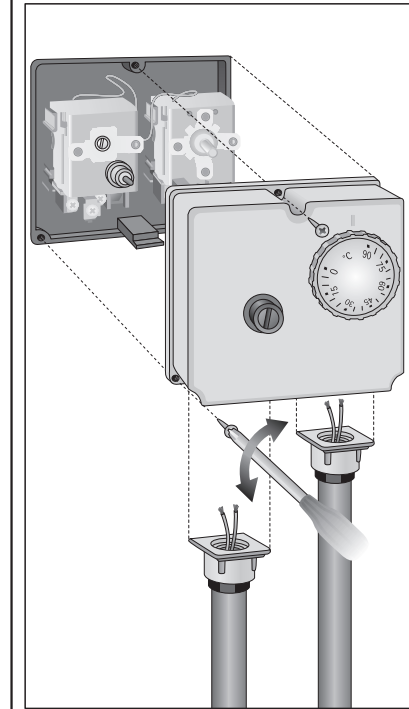

fig.5 - εικ.5
B) Verwijder het kapje door de drie schroeven los te draaien. Leid de draden van de installatie door de draadleiders en verbind de draden met het klemmenblok (fig.5) zoals aangegeven in de volgende paragraaf "elektrische aansluitingen. Zet het kapje weer op het produkt.